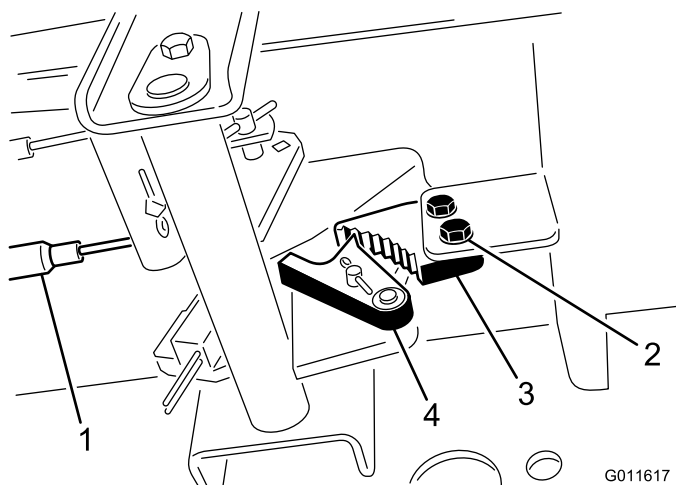

Figure 48
1. Desserrez les 2 vis qui fixent le cliquet du frein de stationnement au châssis (Figure 48).
2. Appuyez sur l'avant de la pédale du frein de stationnement jusqu'à ce que le verrou s'engage complètement sur le cliquet du frein (Figure 48).